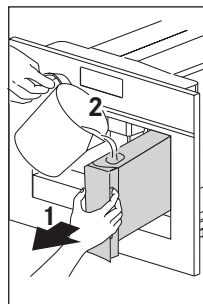
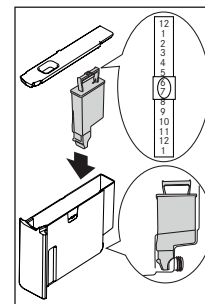

Rys. 9
Rys. 10
- ▶ Aby ustawić język, użyj ikon   (B7 oraz B8), aby wybrać wymagany język (Rys. 9). Gdy wyświetli się komunikat „PRESS OK TO CHOOSE ENGLISH” (Naciśnij OK, aby wybrać j. angielski), naciśnij ikonę  (B11) (Rys. 10) przez 3 sekundy do momentu pojawienia się komunikatu „ENGLISH INSTALLED” (Wybrano j. angielski). Jeśli ustawisz nieprawidłowy język, zmień go, stosując się do instrukcji zawartej w rozdziale „Ustawianie języka”. Jeśli twój język nie jest dostępny, wybierz jeden z wyświetlonych. Instrukcja odnosi się do wersji angielskiej. Następnie zastosuj się do wyświetlanych instrukcji.
- ▶ Naciśnij ikonę  (B9) (Rys. 10) a po kilku sekundach z wylewki wypłynie trochę wody.